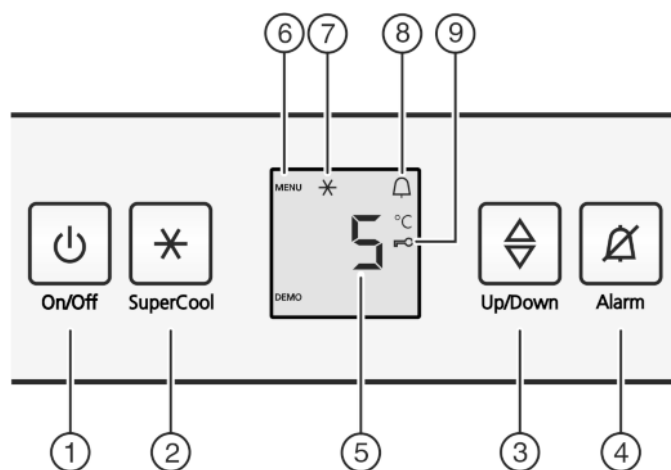

Fig. 2
- ▶ Nacisnąć przycisk On/Off Fig. 2 (1).
- ▶ Nacisnąć i przytrzymać przycisk SuperCool Fig. 2 (2) przez ok. 5 sekund.
- ▷ Na wskaźniku pojawia się symbol menu Fig. 2 (6).
- ▶ Krótko potwierdzić przyciskiem SuperCool Fig. 2 (2).
- ▷ Na wskaźniku świeci symbol zabezpieczenia przed dziećmi Fig. 2 (9).
- ▶ Krótko wcisnąć przycisk On/Off Fig. 2 (1).
- ▶ Nacisnąć przycisk Alarm Fig. 2 (4).
- ▶ Wywoływanie funkcji temperatury: Nacisnąć przycisk ustawiania Fig. 2 (3).
- ▶ Zmiana temperatury krokami po 1 °C: Tyle razy nacisnąć przycisk ustawiania Fig. 2 (3), aż na wskaźniku temperatury pojawi się żądana temperatura.
- ▶ krótko nacisnąć przycisk SuperCool Fig. 2 (2).
- ▷ Na wskaźniku świeci symbol SuperCool Fig. 2 (7).
- ▷ Na wskaźniku gaśnie symbol SuperCool Fig. 2 (7).